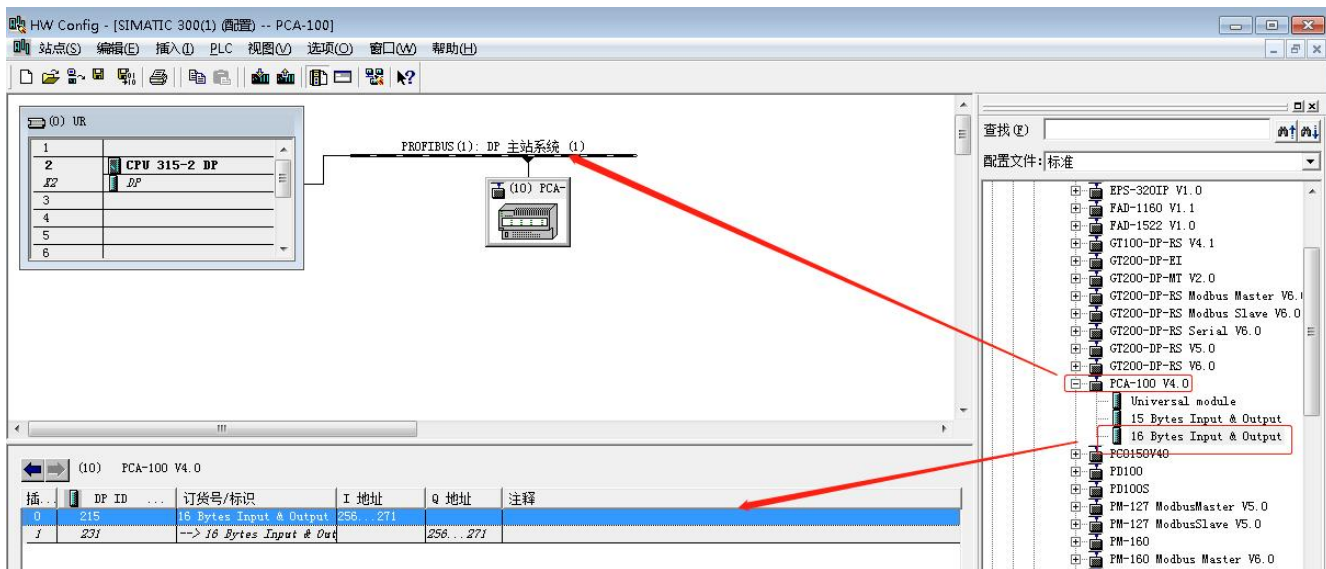

图 10
11. 将网关 PCA-100 拖放到 PROFIBUS 总线上，并将输入输出数据块放到槽位中，如图 10: